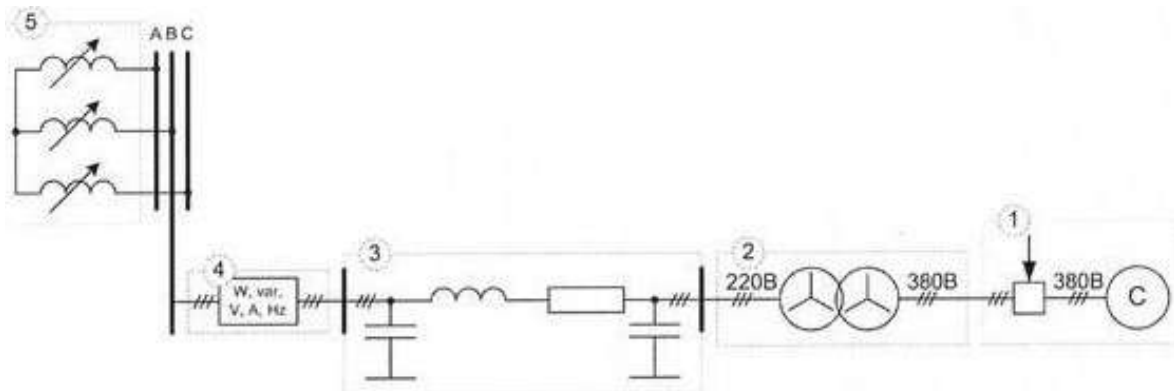

Рис. 5
2.6. Собрать схему лабораторных испытаний рис. 5 (ВСЕ модули стенда должны быть ОТКЛЮЧЕНЫ!), представляющую собой ЛЭП, работающую на индуктивную нагрузку 5.